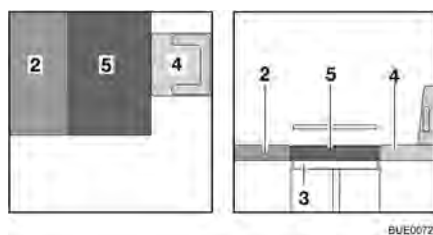

Bild 107 Efter ombyggnaden
- Lägg extradynan (Bild 107,5) på bordet.
- Skjut förarstolen (Bild 107,4) bakåt vid behov.